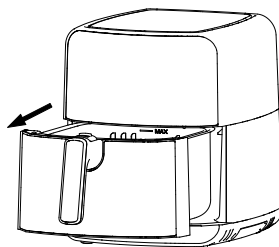

Fig.4
4. Deslice la bandeja de cocción nuevamente dentro de la freidora de aire caliente (Fig. 4). Observando alinear cuidadosamente cuidadosamente con las guías en la carcasa principal de la freidora. Nunca use la bandeja de cocción sin la canasta adentro.